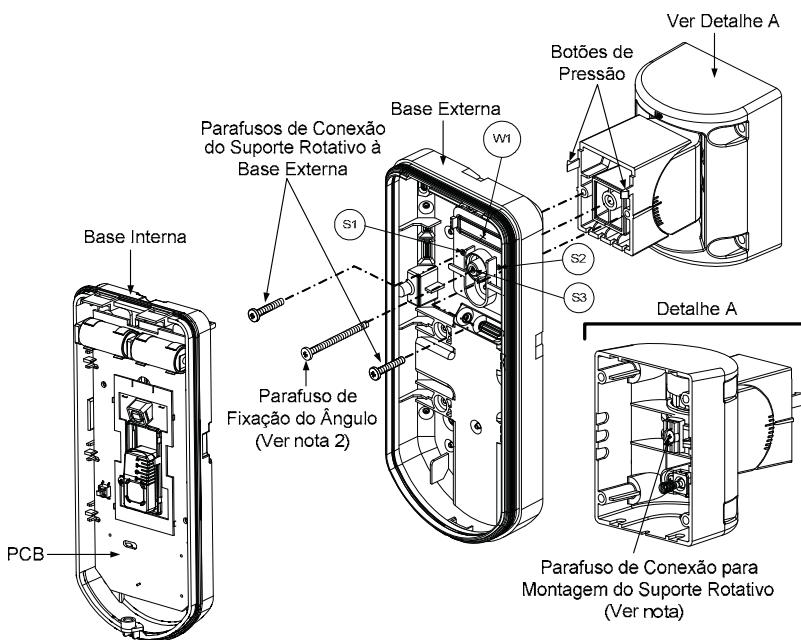

Figura 9
- Conecte a base externa ao suporte rotativo usando os botões de pressão apropriados (Figura 9).
- Fixe a base externa ao suporte rotativo com 2 parafusos presos através dos furos pré-marcados S1 e S2 (Figura 9).
- Insira o parafuso de fixação do ângulo da base externa (Incluso) através do furo pré-marcado do parafuso de fixação do ângulo S3 na base interna ao suporte rotativo padrão (Figura 9).
Quando as marcas nas duas partes móveis estão alinhadas (Figura 9) o Suporte Rotativo Padrão está na posição vertical / horizontal de 0°. Cada clique a partir desta posição representa um desvio de 5° na posição vertical / horizontal.